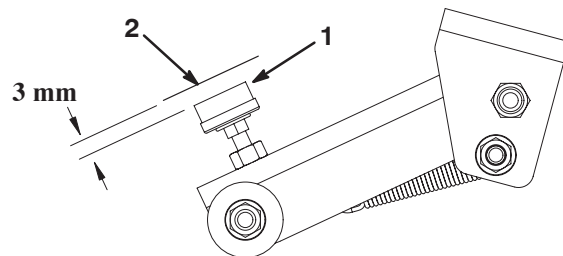

Bild 78
4. Der Abstand zwischen dem Einstellschraubengummikissen (Bild 78) und dem Mähwerkriegel sollte 3 mm sein. Wenn eine Einstellung erforderlich ist, lösen Sie die Mutter an der Einstellschraube, verstellen Sie die Schraube, bis der gewünschte Abstand erzielt ist und ziehen Sie die Mutter fest.